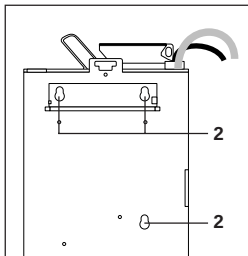

Abb. 4b: G-46.F4000 aufhängen
- 2 Geldwechsler an den drei vorgesehenen Befestigungslöchern 2 in der Rückwand in den Automaten einhängen (s. Abb. 4b).